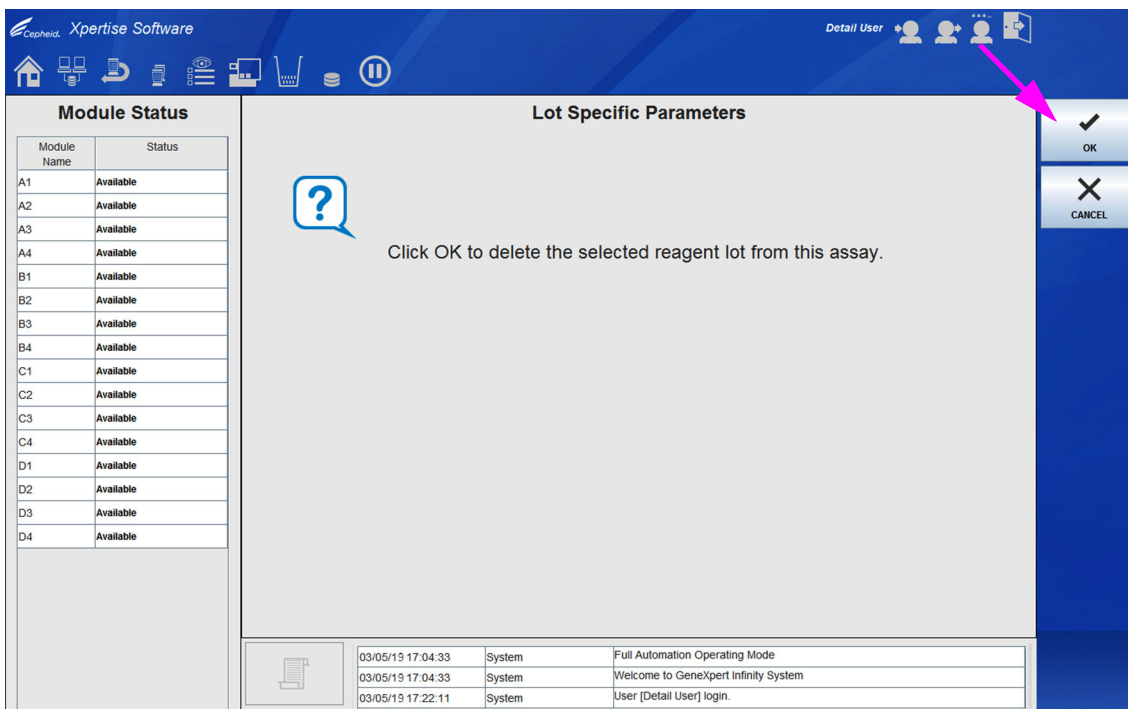

Figura 2-67. Mensagem de confirmação da área de trabalho Reagent Lot Specific Parameters (Parâmetros específicos do lote de reagente) do Xpertise
4. É apresentada uma mensagem de confirmação. Ver Figura 2-67.